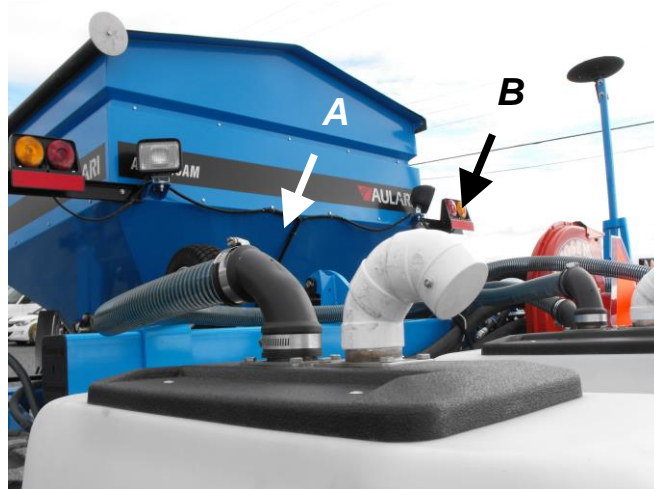

Figure 12L
8. Installez l'extrémité démonté du boyau au coude de caoutchouc noir sur la boîte de semence du planteur [Figure 12L, **A**]. Bien vous assurez d'avoir retiré le bouchon rouge au préalable. Les boyaux
10. Retirez le capuchon blanc sur le coude d'évacuation d'air [Figure 12L, **B**]. Cette sortie sert à évacuer l'air produite par la turbine du système **Aulari**.